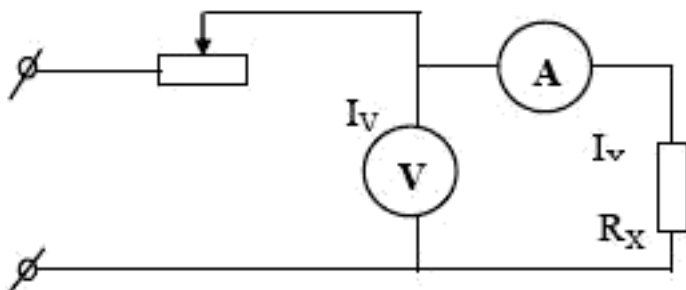
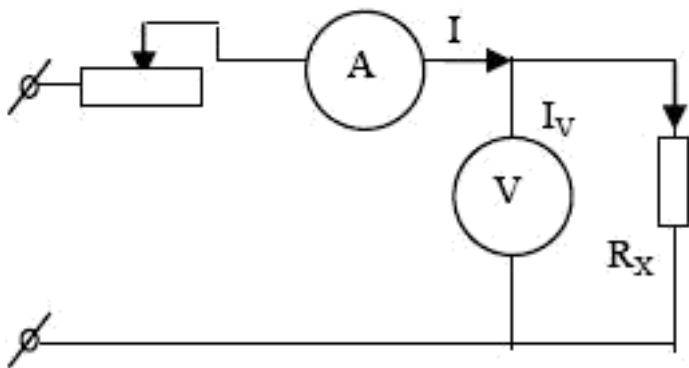

Рис. 2.1 Первый вариант подключения приборов
Рис. 2.2 Второй вариант подключения приборов
В основе этого метода лежит закон Ома, применяемый к участку цепи, включающему измеряемое сопротивление. Включение приборов для измерения неизвестного сопротивления R_X осуществляется по одной из двух схем рис. 2.1, рис 2.2.
В **схеме рис. 2.1** вольтметр учитывает не только падение напряжения на измеряемом сопротивлении, но и падение напряжения на амперметре, следовательно, показание вольтметра U будет:
Если измерения проводить **по схеме рис. 2.2**, то вольтметр покажет падение напряжения на искомом сопротивлении, показание же амперметра будет равно сумме токов, протекающих по измеряемому сопротивлению R_X и по вольтметру, то есть $I = I_X + I_V$, где I_V – ток через вольтметр:
1. Собрать электрическую цепь по схемам, изображенным на Рис. 2.1 и Рис. 2.2.